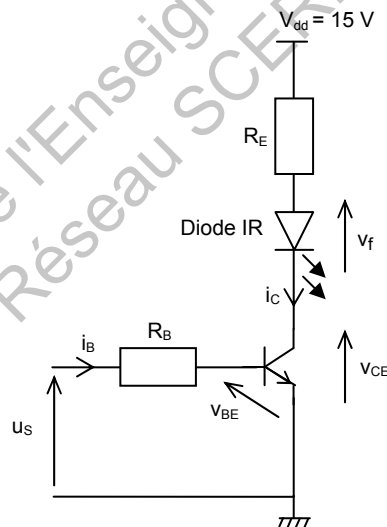

FIGURE 6
B.1 Le générateur de signaux précédent ne permet pas de commander directement la diode infrarouge (Diode IR). Il est donc nécessaire d'amplifier le courant de sortie avec un transistor représenté figure 6.